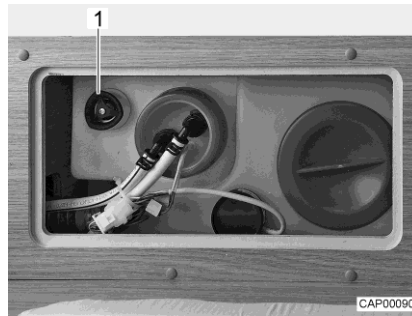

Fig. 95 Réservoir d'eau avec poignée tournante
- Faire tourner à fond dans le sens des aiguilles d'une montre la poignée tournante (Fig. 95,1) située sur le réservoir d'eau.
- Faire tourner la poignée tournante (Fig. 95,1) située sur le réservoir d'eau dans le sens inverse des aiguilles d'une montre jusqu'à ressentir une résistance. L'eau s'écoule, env. 20 litres restent.